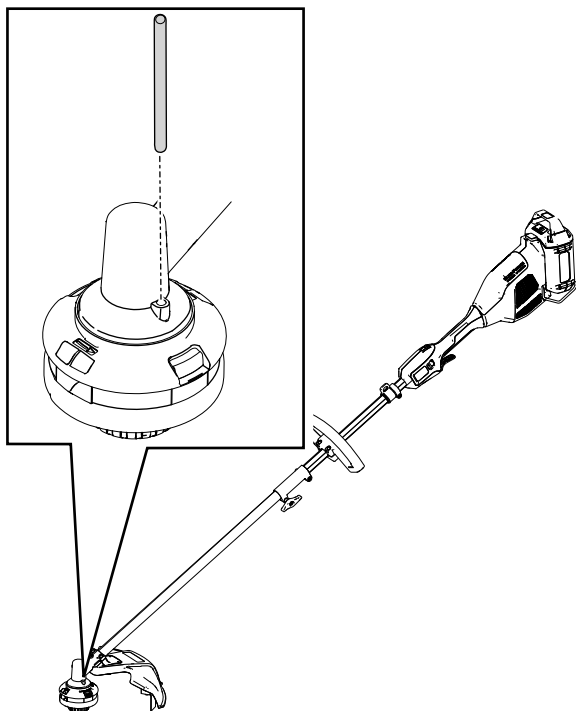

Figure 13
2. Insérez un outil de petit diamètre (comme un tournevis) dans le boîtier du moteur et dans la rainure du ventilateur pour immobiliser la tête de coupe et l'empêcher de tourner toute seule (Figure 13).